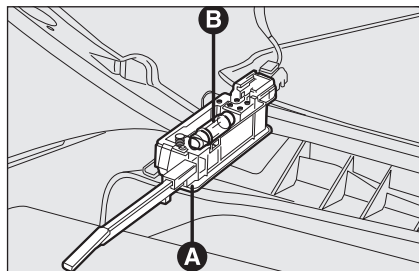

fig. 44
- ☐ ouvrir la boîte à gants, puis enlever le plafonnier **A-fig. 44**;